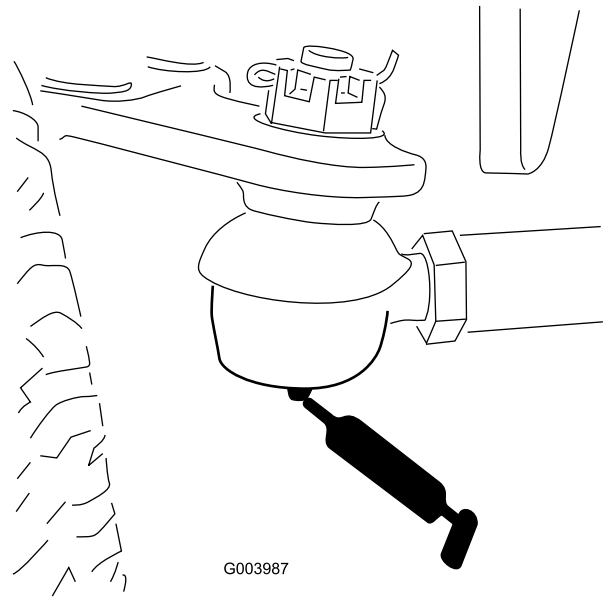

Bild 77
- Spurstange der Hinterachse (2) (Bild 77)